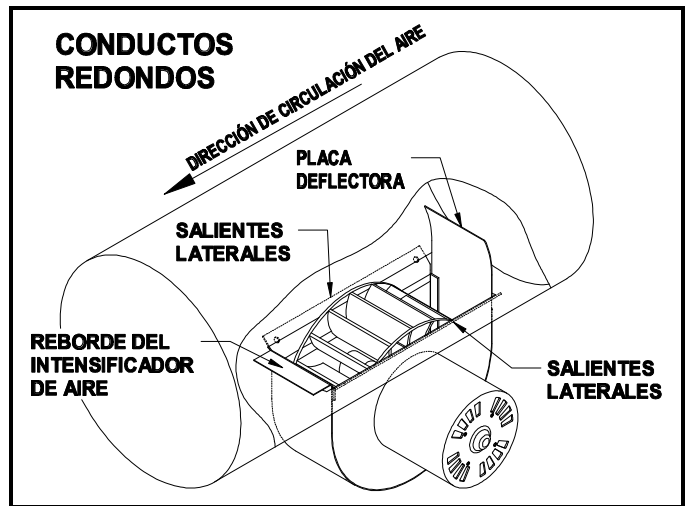

Figura 2
1. Pegue la plantilla montaje al conducto, en el lugar deseado (vea la figura 2 arriba). Para mejor rendimiento, pegue la plantilla en el centro del conducto elegido.